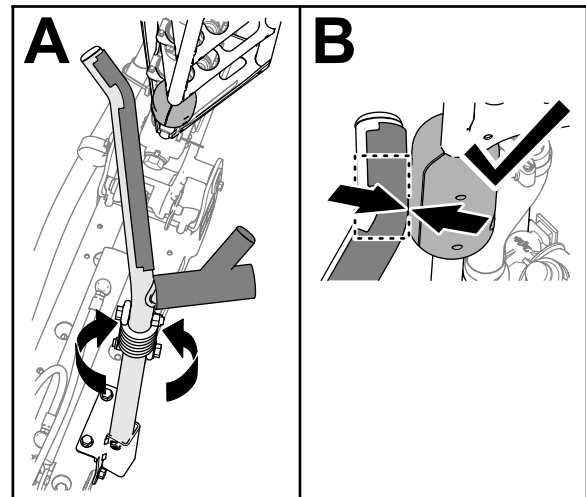

Bild 117
4. Drehen Sie die Gabel, bis die Biegung im Gabelrohr mit dem Schiebeplock am oberen Rohr des äußeren Auslegers übereinstimmt (Bild 117).
Hinweis: Die Schiebepblöcke müssen die Gabel an der Biegung des oberen Gabelrohrs berühren (Bild 117).